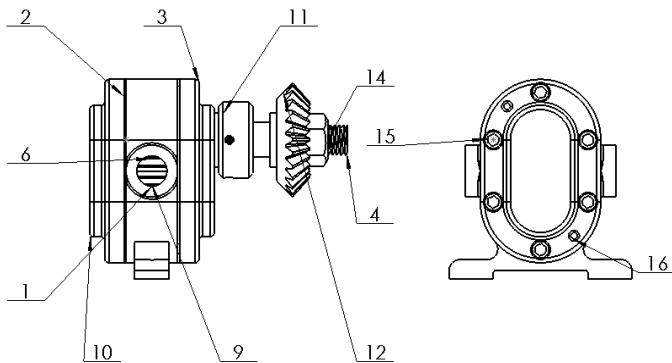

图 10-68 视图中添加零部件添加序号
[3] 单击【确定】按钮 ③ ，视图中添加零部件添加序号，如图 10-68 所示。